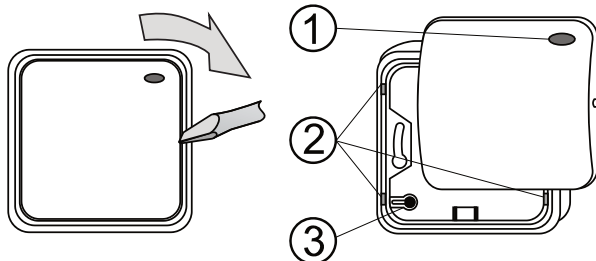

Abbildung 1: 1 – LED-Anzeige, 2 – Laschen des Gehäuseunterteils, 3 – Magnet
1. Entfernen Sie das Gehäuseoberteil (mit Hilfe eines Schraubendrehers, siehe Abb. 1).
2. Entfernen Sie das Gehäuseunterteil, indem Sie die 4 Laschen (2) an den Ecken eindrücken.
4. Befestigen Sie das Gehäuseoberteil mit der Elektronik an dem installierten Gehäuseunterteil. Wird das Gehäuseunterteil verwendet, muss der Magnet des Sabotagekontaktes (3) vom Gehäuseoberteil mit Elektronik in den Gehäuseunterteil übertragen werden.
5. Schließen Sie das Buskabel an die Klemmleiste (7) an.
- a. Ferner gehen sie entsprechend dem Installationshandbuch der Zentrale vor. Grundlegende Vorgehensweise: Nach dem Einschalten des Systems zeigt die gelbe LED (5) durch Blinken an, dass der Taster nicht dem System zugeordnet ist.